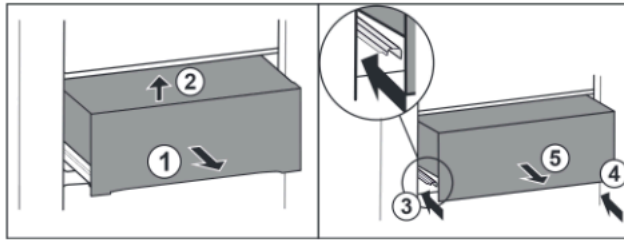

Fig. 47 *
- ▶ Estrarre il cassetto a metà Fig. 47 (1)*
- ▶ Sollevare dal lato anteriore Fig. 47 (2)*
- ▶ Inserire la guida a sinistra Fig. 47 (3)*
- ▶ Inserire la guida a destra Fig. 47 (4)*
- ▶ Rimuove il cassetto tirandolo in avanti Fig. 47 (5)*